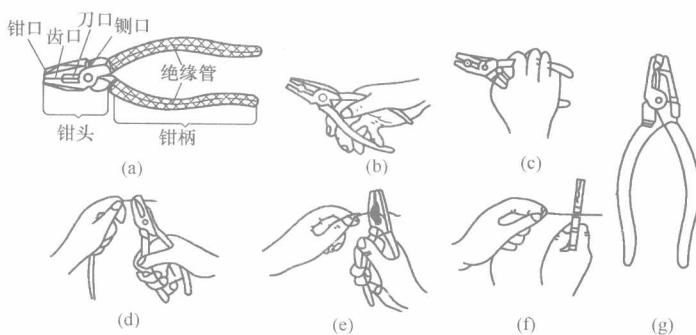

图 1-4 钢丝钳使用方法
(1)钢丝钳有绝缘柄[见图 1-4(a)]和裸柄[见图 1-4(g)]两种。绝缘柄钢丝钳为电工专用钳(简称电工钳),常用的有 150mm、175mm 和 200mm 三种规格。裸柄钢丝钳电工禁用。